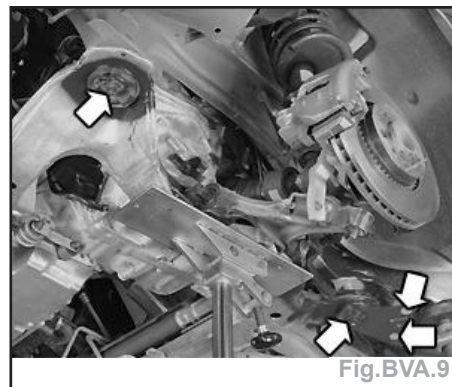

Fig. BVA.9
- Positionner le cric mobile délicatement sous le côté gauche du faux-châssis. Retirer les vis du faux-châssis (Fig. BVA.9).